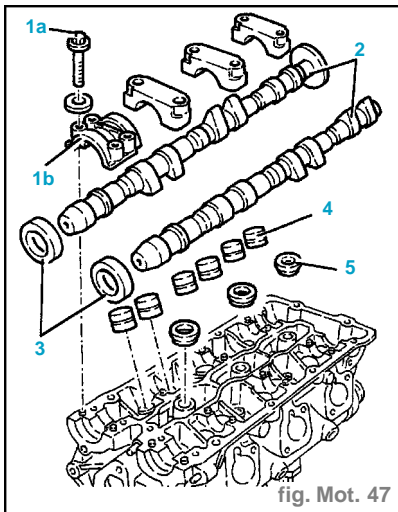
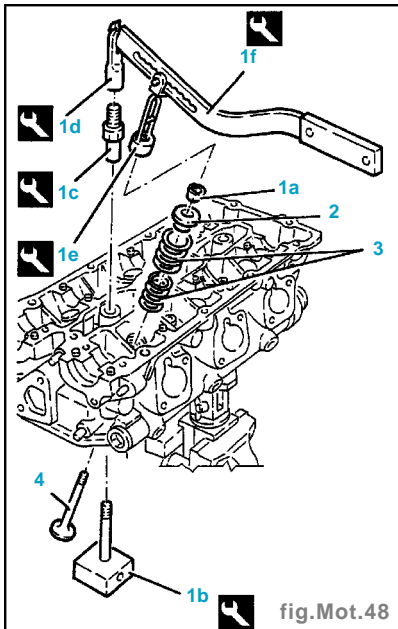

fig. Mot. 47
fig. Mot. 48
- Desserrer les vis (1a) puis déposer les supports des arbres à cames (1b) (fig. Mot. 47).
- Déposer les arbres à cames (2).
- Déposer les bagues d'étanchéité avant des arbres à cames (3).
- Déposer les poussoirs hydrauliques (4).
- Déposer les joints au niveau des logements des bougies (5).
- Déposer les demi-cones (1a) en utilisant les outils (1b), (1c), (1d), (1e) et (1f) (fig. Mot. 48).
- Monter les soupapes (4) du cylindre examiné et le soutenir à l'aide des outils (1b) et (1c) (fig. Mot. 48).
- Monter les ressorts des soupapes (3).
- Monter les coupelles supérieures des soupapes (2).
- Monter les joints au niveau des logements des bougies (5) (fig. Mot. 47).
- Monter les poussoirs hydrauliques (4).